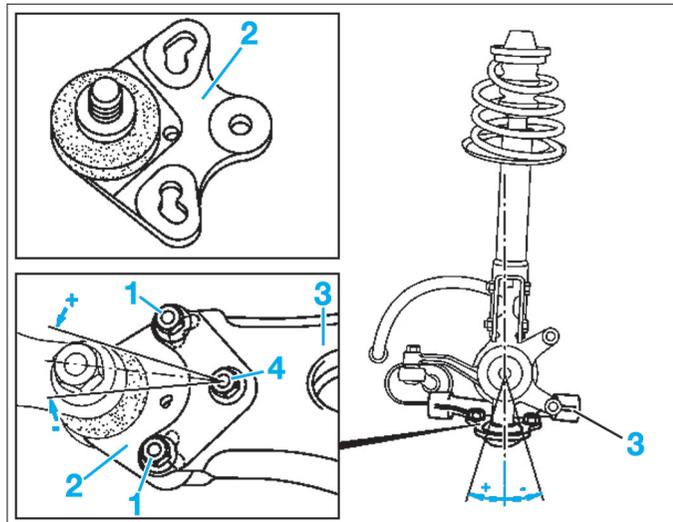
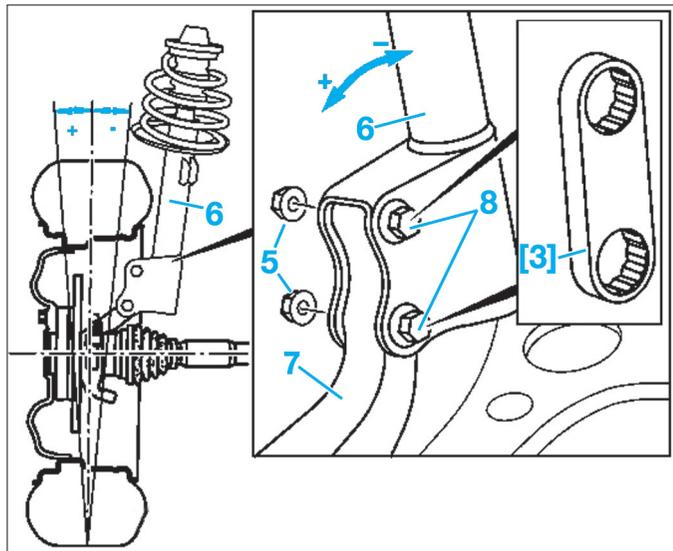

FIG. 7
FIG. 8
- [3]. Contre-appui (ref. 169 586 00 03 00) (Fig.8).
- Déposer les écrous (1) fixant la rotule (2) au triangle inférieur (3) (Fig.7).
- Desserrer l'écrou (4).
- Remplacer les écrous (1) et serrer les écrous (1) et (2) au couple prescrit.
- Desserrer les écrous (5) (Fig.8) jusqu'à pouvoir bouger la jambe d'amortisseur (6) du pivot (7).